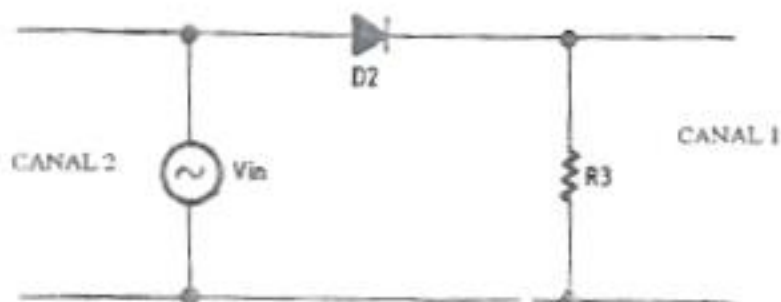

Fig. 1: O Diodo como Retificador
3. Localize o circuito da Fig. 1, que contém o diodo D2. Este circuito está na porção central superior do circuito impresso.
6. Conecte o Canal 2 do osciloscópio de modo a medir Ventrada, e o Canal 1 de modo a medir a tensão nos terminais da carga R3, conforme a Fig. 1. Ambos os canais deverão estar no modo DC.